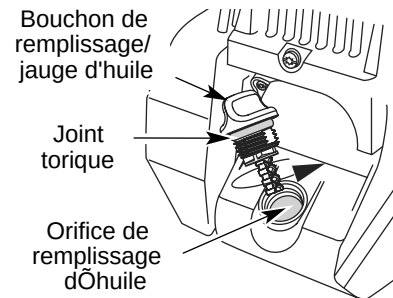

Fig. 24
6. Si le niveau est trop bas, ajoutez un peu d'huile par l'orifice et revérifiez (Fig. 24). Continuez jusqu'à ce que le niveau
REMARQUE : Assurez-vous que le joint torique est mis sur le bouchon de remplissage / jauge d'huile au moment de la vérification et du changement d'huile (Fig. 24).